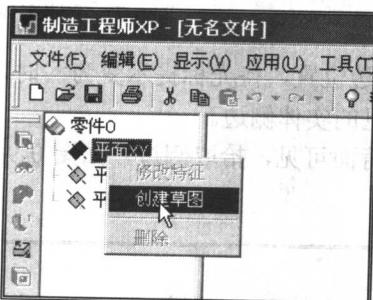

图 0-2 创建草图
- ① 在特征树中选中“平面 XY”，单击右键，选择“创建草图”，如图 0-2 所示。